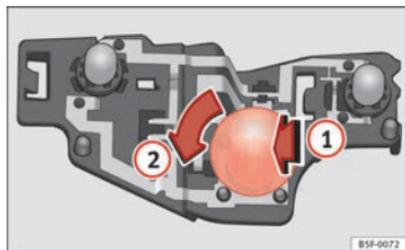

Fig. 197 Emplacement des ampoules sur le support d'ampoules.
- Insérez l'ampoule dans le support en appuyant légèrement ⇒ fig. 197 (1), tournez-la ensuite vers la gauche (2) et retirez l'ampoule défectueuse.